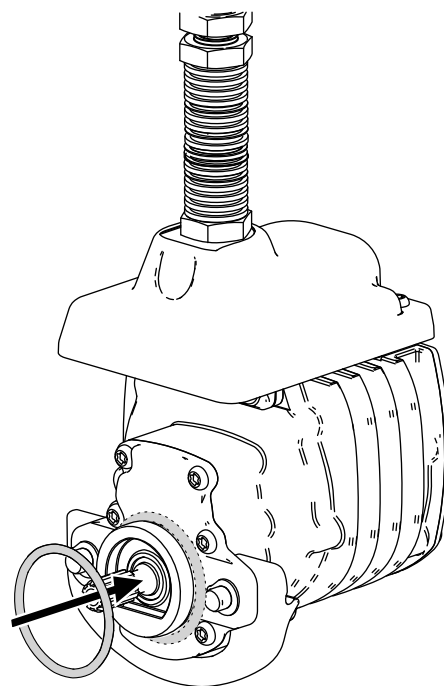

Figura 10
3. Instale una junta tórica en cada motor de molinete, como se muestra en la Figura 10.